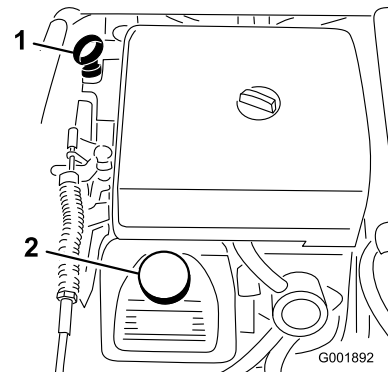

Bild 50
2. Nehmen Sie den Peilstab heraus und wischen Sie ihn mit einem sauberen Lappen ab (Bild 50). Stecken Sie den Peilstab in das Rohr und stellen Sie sicher, dass er vollständig eingeführt ist. Nehmen Sie den Peilstab heraus und prüfen Sie den Ölstand.
3. Wenn der Ölstand niedrig ist, nehmen Sie den Deckel des Einfüllstutzens von der Ventilabdeckung ab (Bild 50) und füllen Sie Öl auf, bis der Ölstand die
8. Gießen Sie ungefähr 80 % der angegebenen Ölmenge langsam in den Öleinfüllstutzen (Bild 50).